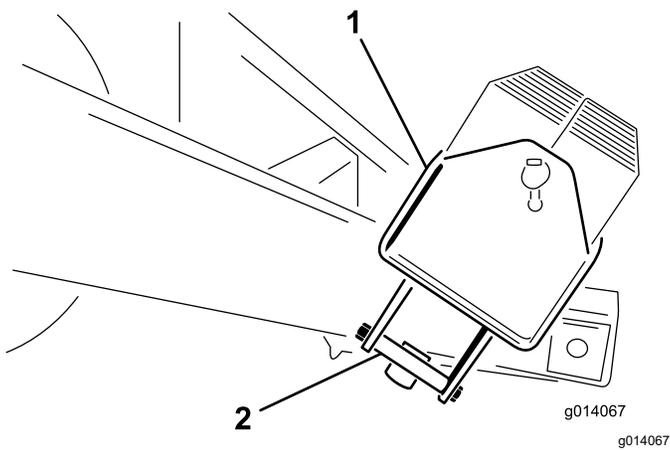

图 5
2. 卸下承载配重块箱的安装支架上的螺栓 1/2 x 5-1/2 英寸。丢弃安装支架 图 5。